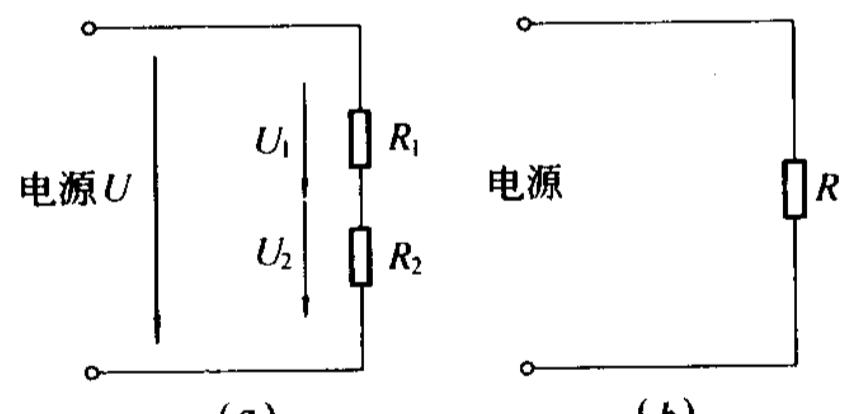

图 1.6 电阻的串联
把两个或两个以上的电阻依次连接,使电流只有一条通路,称电阻的串联,如图 1.6 所示。
在电工技术中常把图 1.6(b) 称为图 1.6(a) 的等效电路,总电阻 R 也常称为等效电阻。
【例 1-5】 串联电阻的一个重要用处是组成分压器,以方便地取得各种数值的电压。例如在图 1.6(a) 中,如果 $R_1 = 100\Omega$, $R_2 = 200\Omega$, 电路的端电压 $U = 12V$, 试求电阻 R_1 和 R_2
1. 在图 1.6(b)中,如果电路端电压 $U = 220V$, 导线电阻为 0.2Ω , 负载 $R = 10.8\Omega$, 试求负载两端的电压。